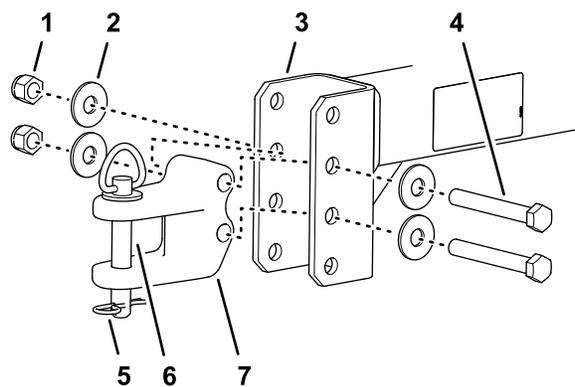

Рисунок 6
1. Отрегулируйте положение вилки сцепного устройства относительно дышла так, чтобы дышло было расположено на одном уровне с буксировочной штангой тягового блока (Рисунок 6).
2. Подсоедините вилку сцепного устройства к дышлу с помощью 2 болтов, 4 шайб и 2 контргаек (Рисунок 6).
4. Прикрепите сцепное устройство к буксировочной штанге с помощью пальца сцепного устройства и шплинта (Рисунок 6).